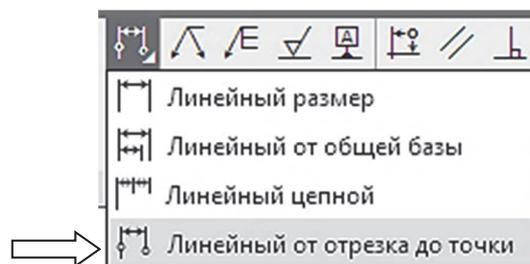

Рис. 3.5-2
1. Вызвать команду **Черчение** → **Размеры** → **Линейный от отрезка до точки** (рис. 3.5-2) для нанесения размера 15 мм.